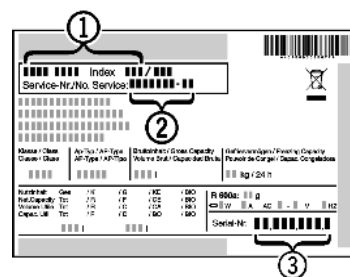

Fig. 7
- A készülék megnevezését Fig. 7 (1), a szerviz- Fig. 7 (2) és sorozatszámot Fig. 7 (3) a típustábláról olvassa le. A típustábla a készülék belsejében baloldalon található.
- Értse meg a vevőszolgálatot a hibáról, és adja meg nekik a készülék megnevezését Fig. 7 (1), a szerviz- Fig. 7 (2) és a sorozatszámot Fig. 7 (3).